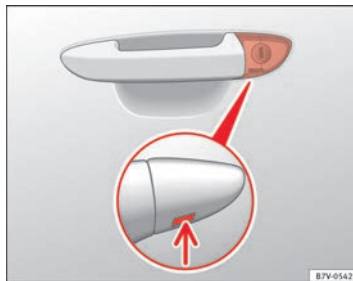

Fig. 190 Maneta de la puerta del conductor: Bombín de cierre oculto.
- Introduzca el paletón en la abertura de la tapa de la maneta de la puerta del conductor desde abajo ⇒ fig. 190 (flecha) y retire la tapa de abajo hacia arriba.